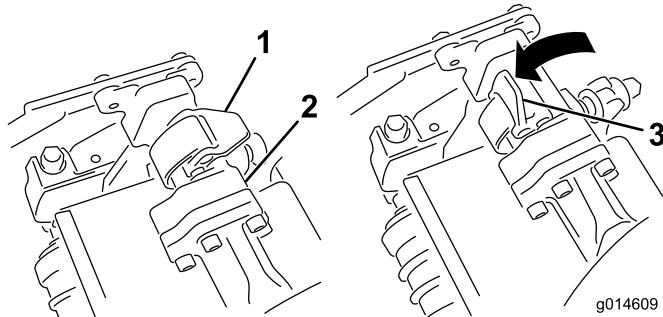

Figure 11
- 5. Les verrous de la barre de bras de suspension étant orientés en haut (c.-à-d. ouverts) (Figure 11), poussez
- 6. Fermez les verrous autour de la barre du plateau de coupe et bloquez-les en place (Figure 11).